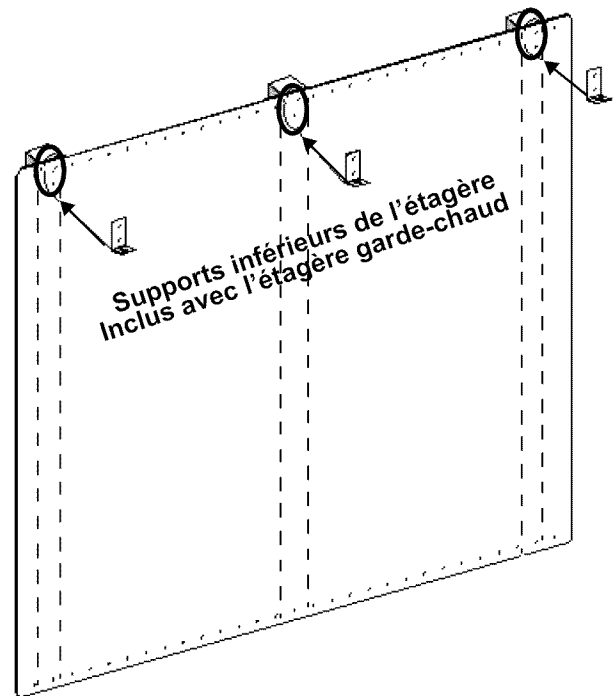

FIGURE 15: DOSSERET DE PROTECTION AVEC ÉTAGÈRE GARDE-CHAUD
7. À l'endroit indiqué sur la *Figure 15*, fixez les supports inférieurs fournis avec l'étagère garde-chaud à travers le dossieret de protection, dans les montants de cloison.